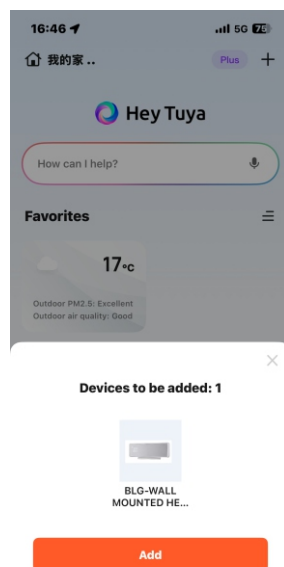
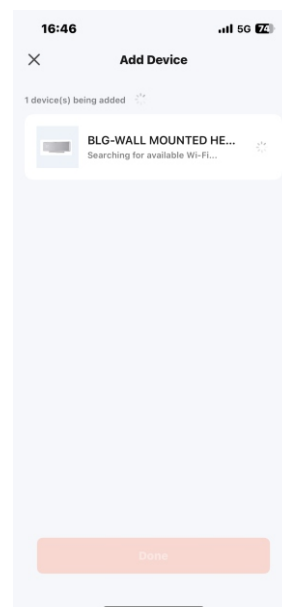

Bild 1
Bild 2
- 1) Wenn das Produkt in Betrieb ist, lassen Sie Bluetooth eingeschaltet, öffnen Sie die „Tuya Smart“-App, es erscheint ein Link, und klicken Sie dann auf „Hinzufügen“, wie in Bild 1 gezeigt. Anschließend wird die App wie in Bild 2 angezeigt.